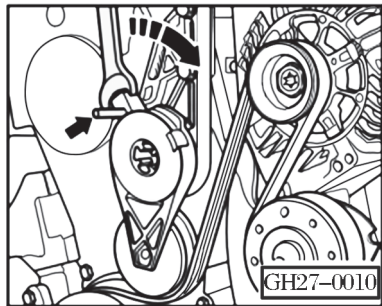

图 2-24 传动带连接图
①在拆卸之前需标明传动带的运行方向（需续用此带），安装时要注意方向。
②用扳手顺时针方向扳动张紧轮，将专用销子穿过张紧轮插入发动机机体上的孔中，使张紧轮固定，将传动带放松，如图 2-24 所示。
③取下楔形传动带。